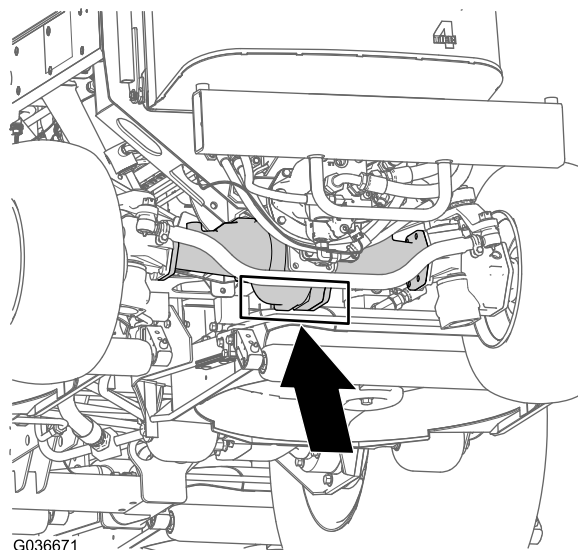

Figura 47
**Parte posteriore della macchina:** al centro dell'assale (Figura 47)